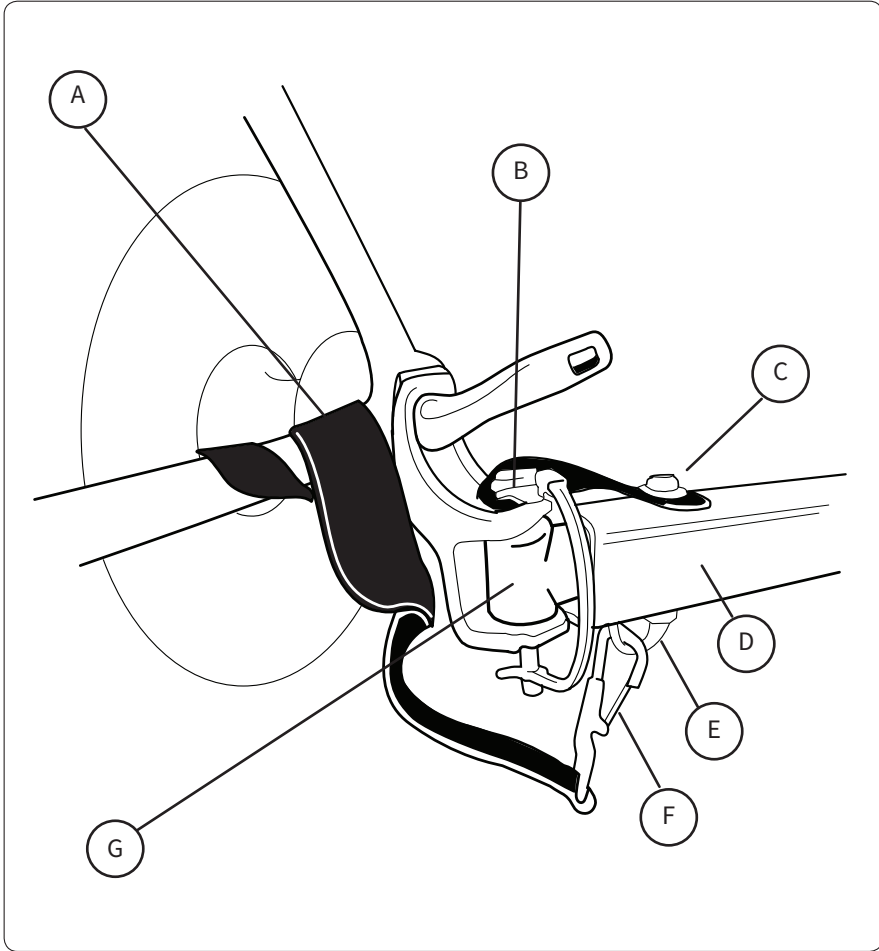

Figure 1
4. From above, insert new bolt through safety strap grommet, tow bar, and D-ring/clip, and securely tighten new lock nut. (Lock nut (NOT SHOWN) is located directly underneath tow bar where bolt is inserted from the top of tow bar.) FIGURE 1
4. Stecken Sie die neue Schraube von oben durch die Sicherheitsriemendurchführung, die Anhängerkupplung und den D-Ring/Clip und ziehen Sie die neue Feststellmutter fest. (Die Feststellmutter (NICHT ABGEBILDET) befindet sich direkt unter der Anhängerkupplung an der Stelle, wo die Schraube von der Oberseite der Anhängerkupplung hindurchgesteckt wird.) ABB. 1
4. En passant par-dessus, passez le nouveau boulon par l'œillet de la sangle de sécurité, la barre de remorquage et l'anneau d'arrimage/clip, puis serrez le nouvel écrou auto-freiné. L'écrou auto-freiné (non illustré) est situé sous la barre de remorquage, à l'endroit où le boulon s'insère en partant du haut de la barre de remorquage. FIGURE 1